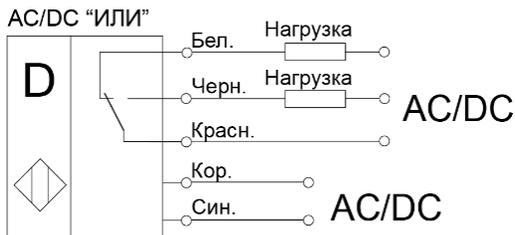

Рисунок 1 - Варианты схем подключения выключателей
- 3.7 Выключатели включаются в электрическую цепь по проводной схеме (Рис. 1). Соответствие выводов и схема подключения указаны в маркировке выключателя.